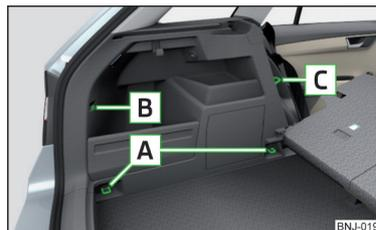

Fig. 94
Panoramica degli elementi di fissaggio » fig. 94
- Gli occhielli di ancoraggio **A** » fig. 94 a pag. 87 non possono essere utilizzati per il fissaggio di reti quando il piano di carico variabile si trova in posizione superiore » pag. 93¹⁾.
La borsa » fig. 97 può essere fissata agli elementi di fissaggio **A**, **B** e **C** » fig. 94 a pag. 87.